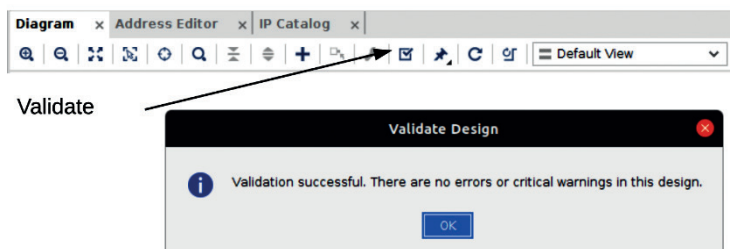

Рис. 7.18. Проверка проекта
6. Наконец, нужно создать HDL-обертку (враппер, wrapper), которая станет верхним уровнем проекта (рис. 7.18):